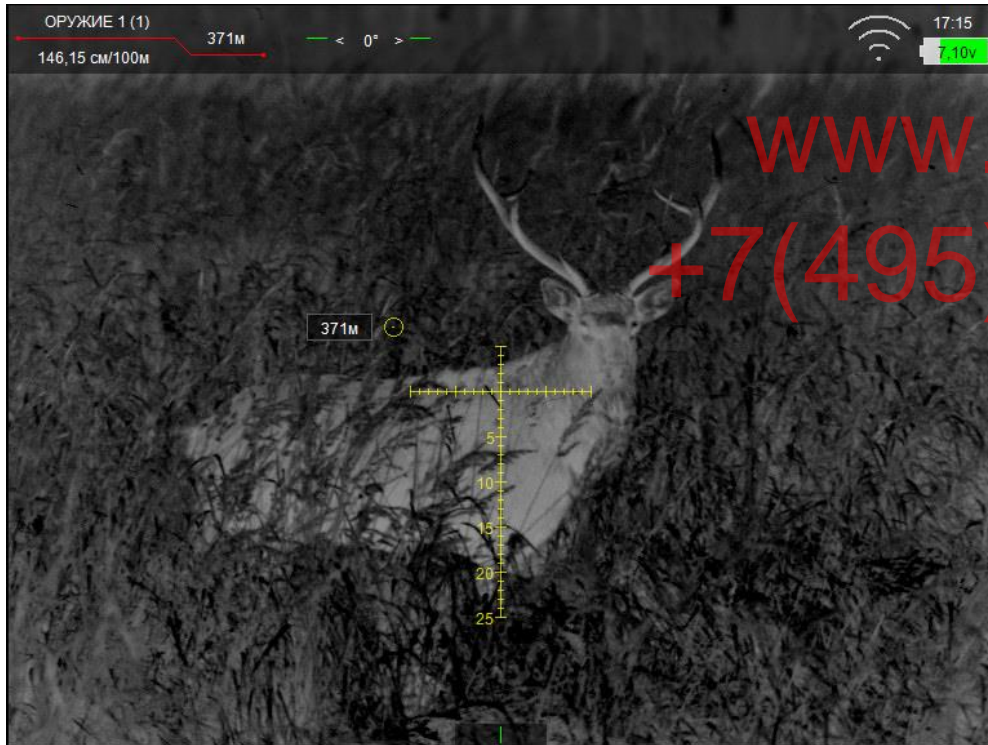

Рис. 29 – Дальномерная метка
- Войти в раздел «ДАЛЬНОМЕР» - «НАСТРОЙКА» и кнопками  и  совместить дальномерную метку (см. рис. 29) с фактическим местом попадания луча дальномера.